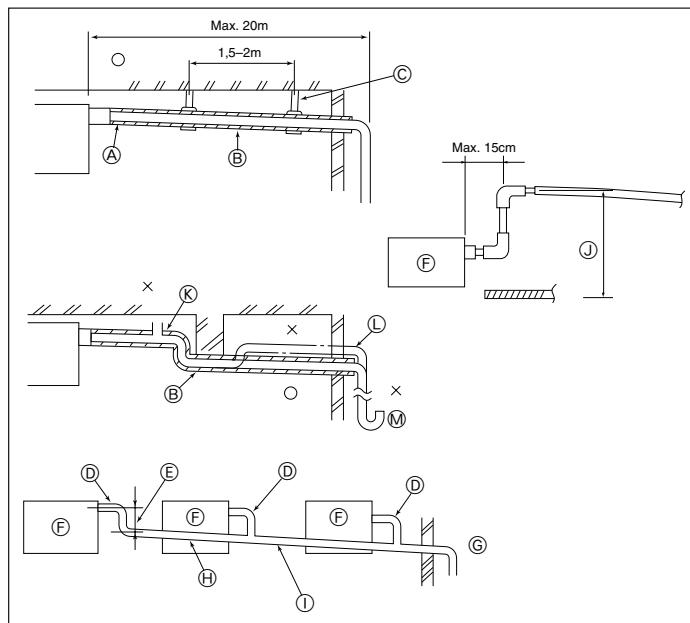

Fig. 3-4
- ① Die mitgelieferte große Rohrabdeckung um das Gasrohr herumwickeln und dafür sorgen, daß das Ende der Rohrabdeckung bis unmittelbar an die Anlage heranreicht.
- ② Die mitgelieferte kleine Rohrabdeckung um das Flüssigkeitsrohr herumwickeln und darauf achten, daß das Ende der Rohrabdeckung bis unmittelbar an die Seite der Anlage heranreicht.
- ③ Beide Enden jeder Rohrabdeckung mit den mitgelieferten Bändern sichern. (Die Bänder 20 mm von den Enden der Rohrabdeckung anbringen.)
3.4. Verrohrung der Dränage (Fig. 3-4)
① Richtige Verrohrung
② Falsche Verrohrung
③ Isolierung (9 mm oder mehr)
④ Gefälle (1/100 oder mehr)
⑤ Metallträger
⑥ Entlüfter